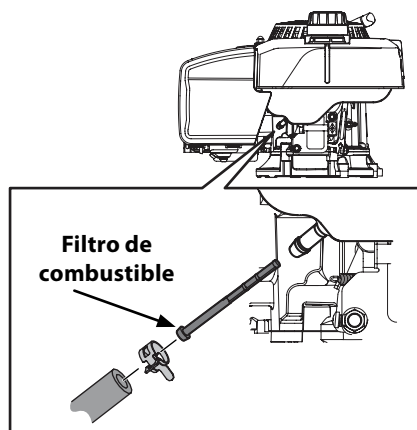

Figura 6-5
2. Quite la c-abrazadera de la línea de combustible y quite la línea de combustible de la salida de tanque. Ver la Figura 6-5.
4. Agarre el nuevo filtro de combustible a partir del final llevado a hombros e insértelo completamente al hombro en la salida de tanque. Ver la inserción de la Figura 6-5.